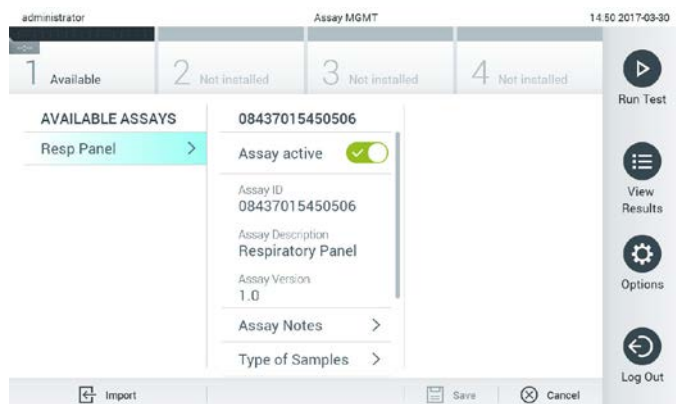

図 58. 利用可能なアッセイを管理。
1. **Options**（オプション）ボタン、次に **Assay Management**（アッセイ管理）ボタンを押して、アッセイ管理画面にアクセスします。コンテンツエリアの最初の列に、利用可能なアッセイのリストが表示されます（図 58）。